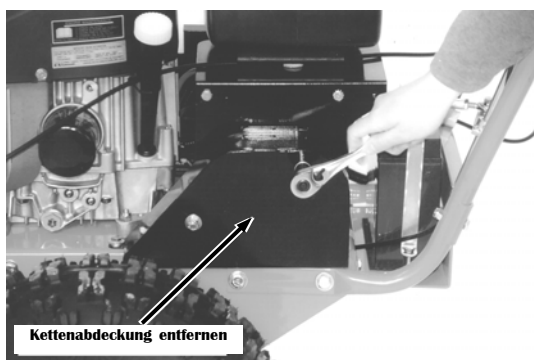

Abbildung 14
2. Sie müssen die Antriebskette alle 25 Betriebsstunden mit SAE 30 Öl schmieren – häufiger, wenn Sie den Mäher unter sehr staubigen oder nassen Bedingungen benutzen. Entfernen Sie die Kettenabdeckung, schmieren Sie die Kette und setzen die Abdeckung wieder ein (**Abbildung 14 & 15**).